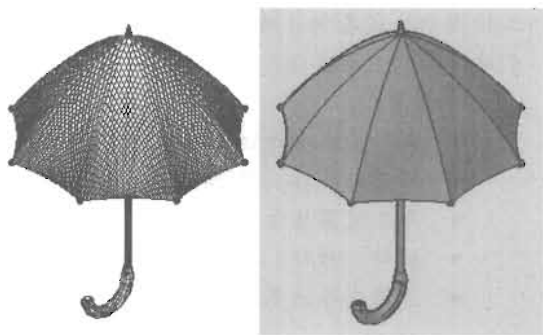

图 13-156
(2) 使用 Edgesurf (边界网格) 命令绘制如图 13-156 所示的雨伞曲面模型。